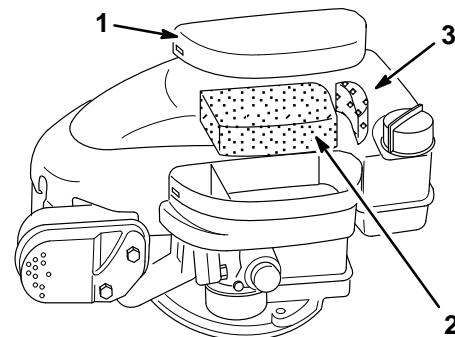

Figure 15
1. Pour retirer le préfiltre et le filtre à air, déverrouiller le couvercle et déposer le couvercle, le préfiltre et le filtre à air (Fig. 15).